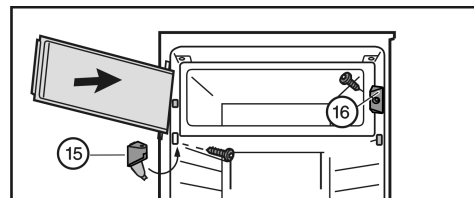

Fig. 8
- Montirajte zapiralo Fig. 8 (16).
- Montirajte ležajni podstavek Fig. 8 (15) in zaprite pokrov.